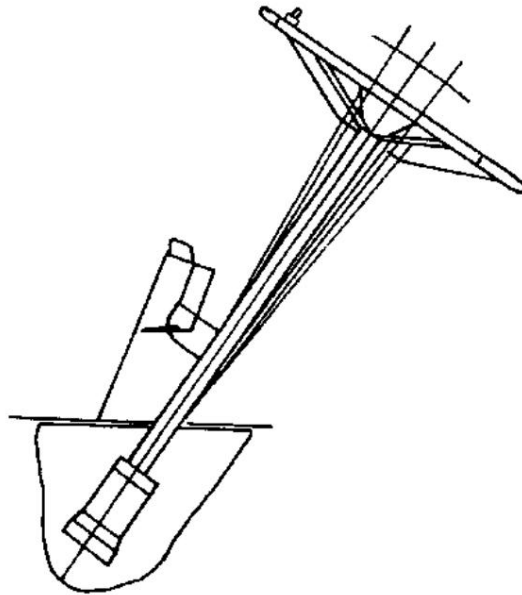

Figura 7-1 Mecanismo de dirección
3.1 El dispositivo de dirección (véase la figura 7-1) incluye principalmente un dispositivo de dirección cicloidal totalmente hidráulico, una columna de dirección y un volante. La columna de dirección y el volante se pueden ajustar hacia adelante y hacia atrás, lo que permite ajustarlos.
Véase la figura 7-1.